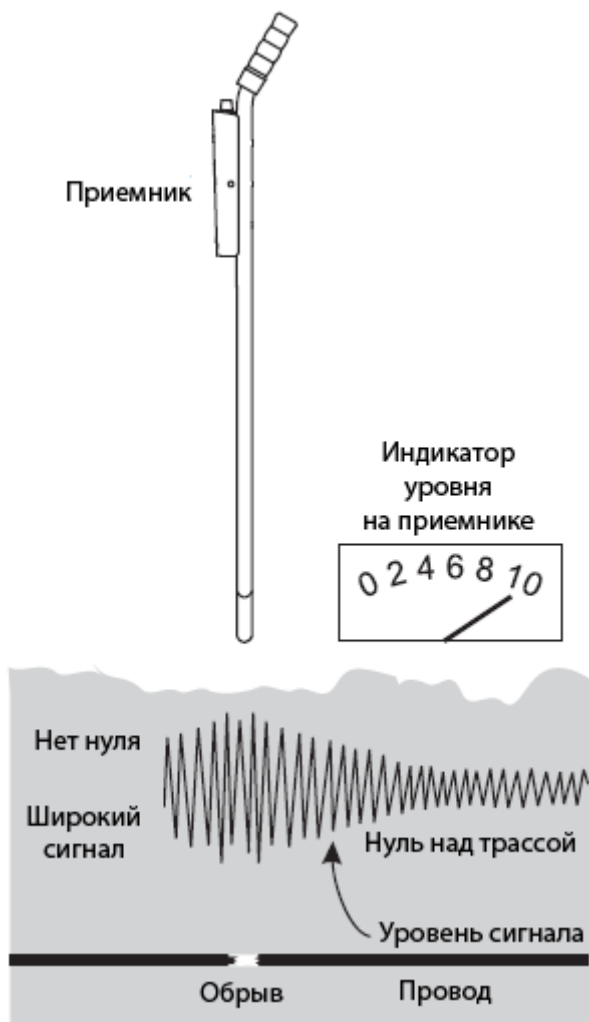

Рисунок 3 – Поиск места обрыва провода
- Конец перерезанного или сломанного провода можно найти, следуя его трассе до исчезновения нулевых показаний; это даст точку неисправности. За этой точкой нуль не будет обнаруживаться. Вернитесь обратно в точку обнаружения нуля; это будет приблизительный конец поврежденного кабеля (смотрите рисунок 3).